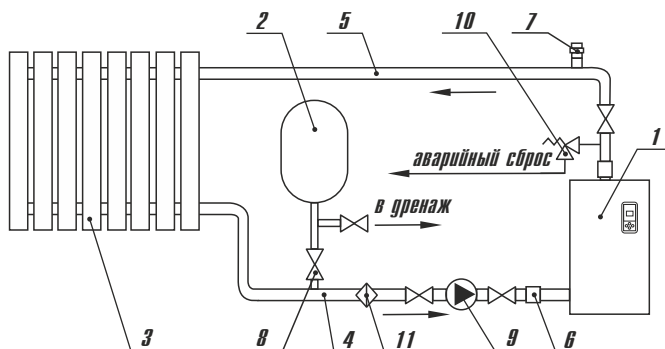

Рисунок 5
8.3. Система отопления (**рисунок 5 и 5.1**) закрытого типа, имеет расширительный бак с резиновой мембраной (**2**). Для такой системы необходимо учесть следующее:
- только для моделей **ЭВН-К-4,5ЭЗ КОМФОРТ 2, ЭВН-К-6ЭЗ КОМФОРТ 2, ЭВН-К-9ЭЗ КОМФОРТ 2, ЭВН-К-12ЭЗ КОМФОРТ 2, ЭВН-К-15Э2 КОМФОРТ 2, ЭВН-К-18Э2 КОМФОРТ 2, ЭВН-К-24Э2 КОМФОРТ 2, ЭВН-К-30Э2 КОМФОРТ 2, ЭВН-К-36Э2 КОМФОРТ 2, ЭВН-К-42Э2 КОМФОРТ 2, ЭВН-К-48Э2 КОМФОРТ 2** обязательная установка предохранительного клапана (10) от избыточного давления. Клапан устанавливается вблизи котла на трубопроводе подачи. На пути к клапану от ЭВН - К не должно быть запорных или регулирующих устройств, а также трубопроводов меньшим диаметром, чем сам клапан. Настройка давления должна быть выполнена на 15-25% больше рабочих параметров (3 бара) теплоносителя.